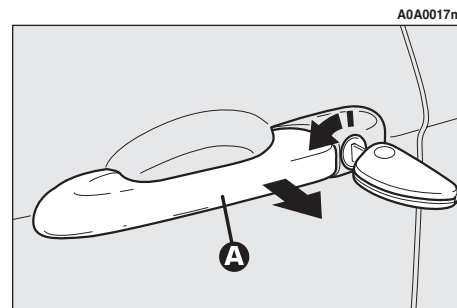

fig. 9
- Per aprire la porta del guidatore ruotare la chiave in senso orario, quindi estrarre la chiave e tirare la leva (**A-fig. 9**).